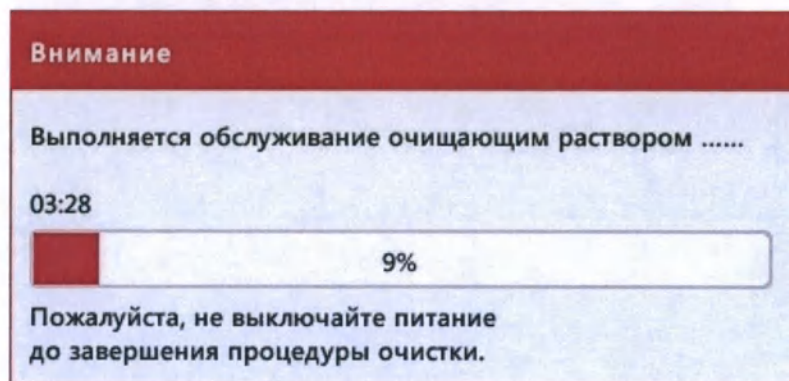

Рис.5.8-3 Информационное окно при выключении анализатора
4. После аспирации очищающего раствора он переносится в камеры счёта клеток, и на экран выводится новое информационное окно с полосой прогресса и обратным отчётом времени до окончания процесса депротенизации апертур и промывки камер счёта изотоническим реагентом (Рис.5.8-3).